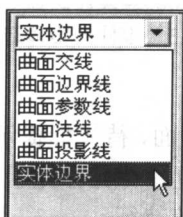
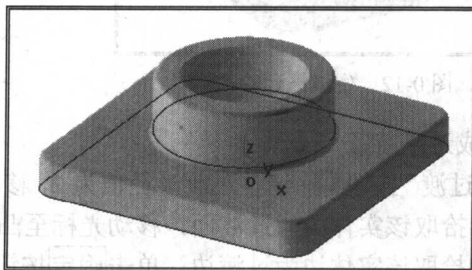

图 0-16 相关线立即菜单
图 0-17 拾取的实体边界线
① 切换到 CAXA 制造工程师软件中, 单击“相关线”按钮, 在出现的立即菜单中单击下拉箭头, 选择“实体边界”, 如图 0-16 所示。在绘图区中拾取底面的所有边界线和圆形凸台的外轮廓线作为生成加工轨迹的辅助线, 如图 0-17 所示。